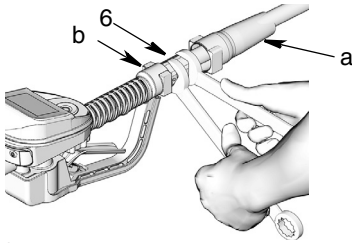

FIG. 9
2. Deslice la funda giratoria hacia atrás, sobre la manguera, el extremo pequeño primero para acceder al accesorio giratorio (6) (FIG. 9).
3. Aplique sellante de roscas a las roscas macho del accesorio de conexión de la manguera. Enrosque el adaptador de manguera (b) en la pieza giratoria de la válvula dispensadora con medidor (6). Utilice dos llaves para apretar firmemente (FIG. 9).